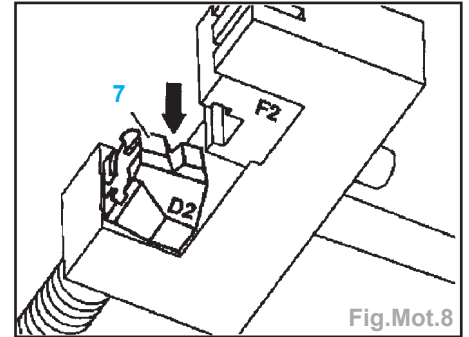

Fig.Mot.8
- mettre en place l'enclume amovible (7) marquée D2 dans l'outil de rivetage (5),
- placer la patte extérieure (8) dans l'enclume amovible (7),
- installer l'outil de rivetage (5) sur le maillon à riveter,
- déposer l'outil de rivetage (5), puis retourner l'enclume amovible (7) pour présenter le côté rivetage (Fig.Mot.8).